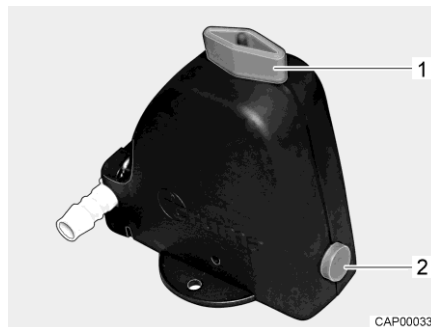
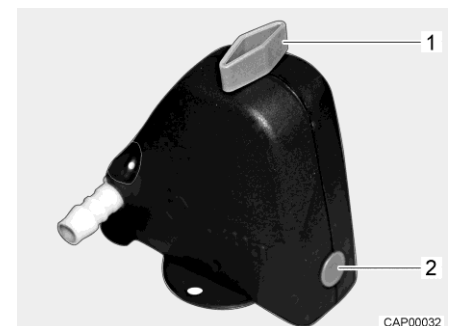

Bild 121 Sicherheits-/Ablassventil geöffnet
Bild 122 Sicherheits-/Ablassventil geschlossen
- Sicherheits-/Ablassventil schließen. Dazu Drehknopf (Bild 121,1) quer zum Sicherheits-/Ablassventil drehen und Druckknopf (Bild 121,2) hineindrücken. Das geschlossene Sicherheits-/Ablassventil ist in Bild 122 dargestellt. Bei Temperaturen unter 6 °C lässt sich das Sicherheits-/Ablassventil nicht schließen.